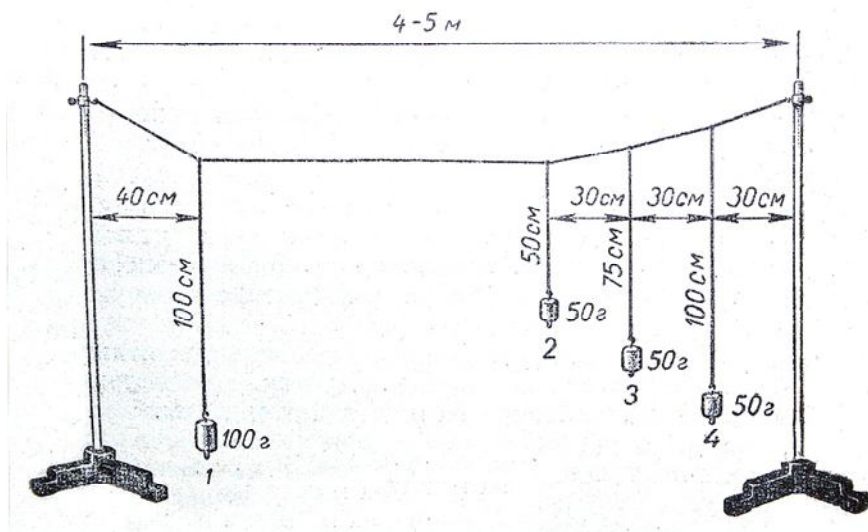

Рис. 11
4. Резонанс маятників можна показати на установці, зображеній на рис. 11. Зібравши установку, не забудьте закріпити триноги на столі струбцинами. Приведіть маятник 1 в колильний рух (він виконує роль вібратора) і спостерігайте за поведінкою інших маятників. Найбільше розгойдується маятник 4, який має з вібратором однакову довжину ( $a$ , значить, і однаковий період коливань). Зверніть увагу на різницю фаз між коливаннями вібратора (маятник 1) і резонатора (маятник 4). В момент резонансу вона дорівнює  $90^\circ$ , що легко спостерігати на досліді завдяки повільним коливанням маятників.